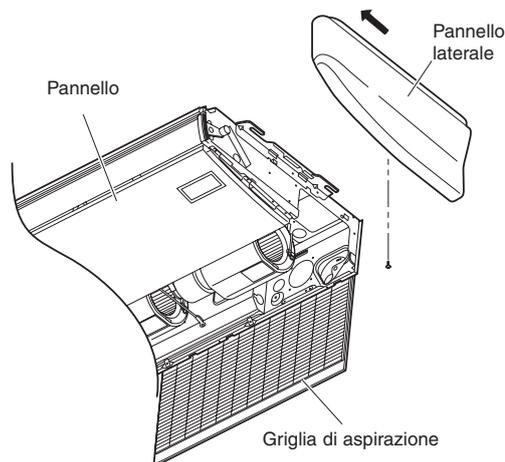

Fig. 11-7
- (1) Per smontare il pannello laterale, aprire la griglia di aspirazione e rimuovere la vite. Quindi rimuovere il pannello laterale spostandolo verso la parte anteriore (in direzione della freccia). (Fig. 11-7)